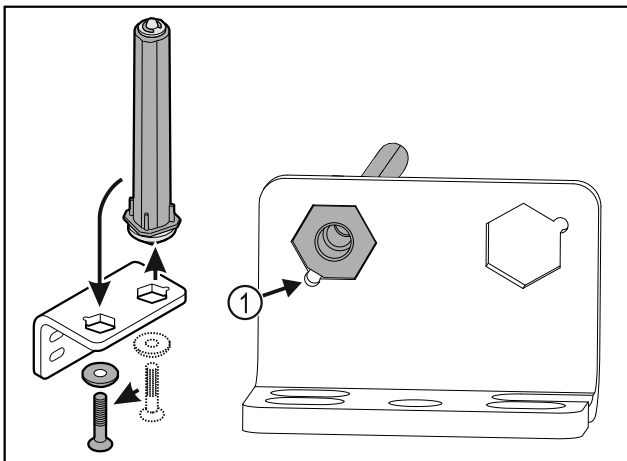

Fig. 19
- ▶ Lors de l'insertion de l'axe, veiller à ce que son chanfrein Fig. 19 (1) soit du côté du trou rond.